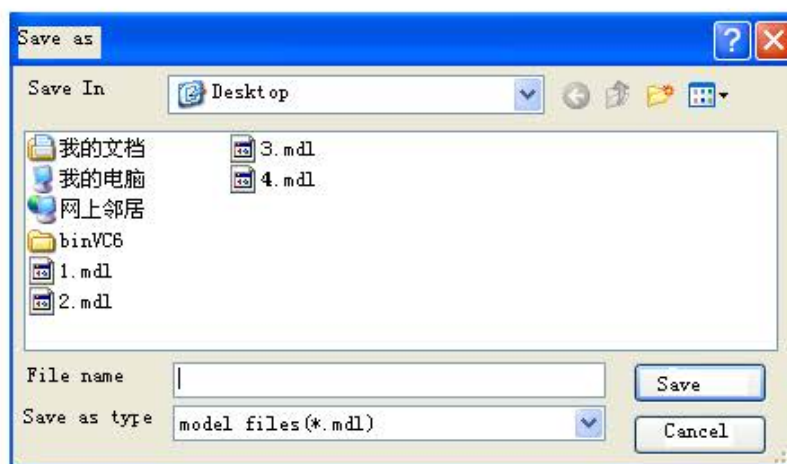

Fig. 3-64
4. Selecione o botão "Salvar Modelo" na figura acima para abrir a caixa de diálogo Salvar como, selecione o local do modelo e insira o nome do arquivo, a seguir clique em "Salvar" para armazenar o arquivo do modelo no formato .mdl, como na Fig. 3-64: